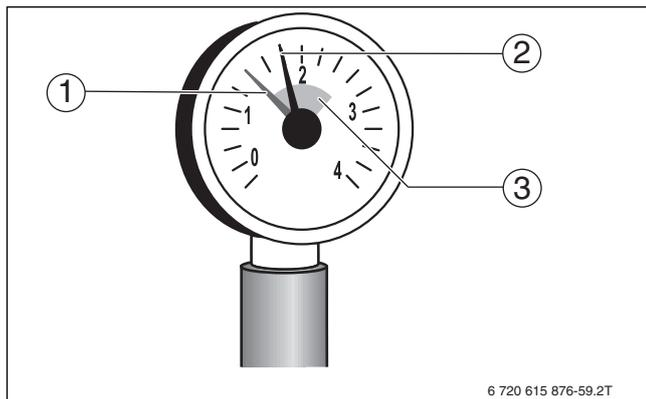

Рис. 9 Манометр для закрытых установок
- ▶ Осторожно откройте водопроводный кран и медленно заполните отопительную систему. При этом наблюдайте за показаниями манометра ( $\rightarrow$  рис. 9, стр. 10).